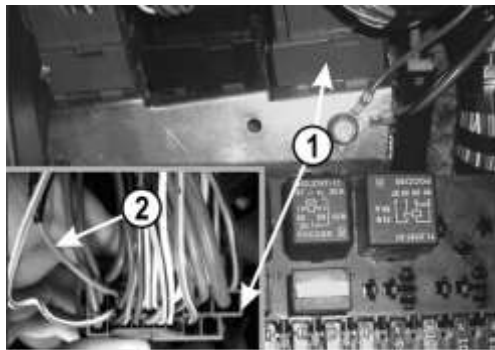

Рис.7 Подключение сигнала датчика уровня топлива
**3.1.10** Найдите слева от рулевой колонки под панелью приборов над монтажным блоком (закрыт крышкой блока предохранителей) серую 33-х контактную колодку (поз.1, **рис.7**) жгута панели приборов к жгуту заднему.
а. Снимите часть изоляции (примерно 5 - 7мм) с розового провода (поз.2, **рис.7**), подходящего к 31-му контакту серой 33-х контактной колодки жгута панели приборов к жгуту заднему.